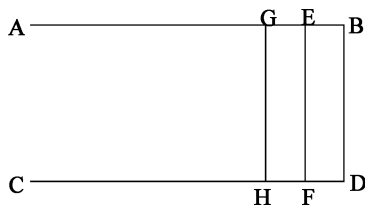

图 15-57 绘制竖直直线
(2) 绘制竖直直线。单击“默认”选项卡“绘图”面板中的“直线”按钮, 在正交和对象捕捉绘图方式下，捕捉点 B 作为竖直直线的起点绘制竖直直线 BD；单击“默认”选项卡“修改”面板中的“偏移”按钮, 将竖直直线 BD 分别向左偏移 25 和 50 得到竖直直线 EF 和 GH，绘制结果如图 15-57 所示。